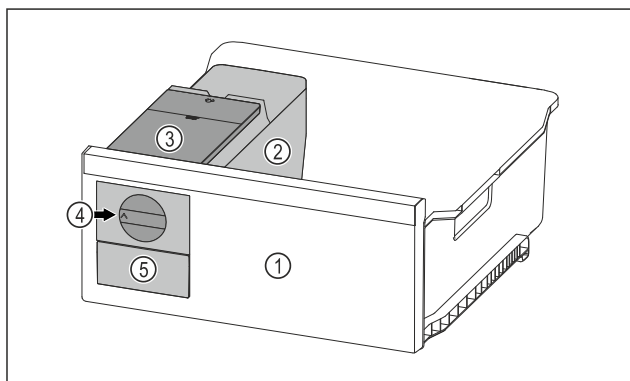

Fig. 212 Примерное изображение
- ▶ Поверните поворотную кнопку Fig. 212 (4) по часовой стрелке до упора.
- ▶ Кубики льда упадут из ванночки для кубиков льда в выдвижной ящик для кубиков льда Fig. 212 (5).